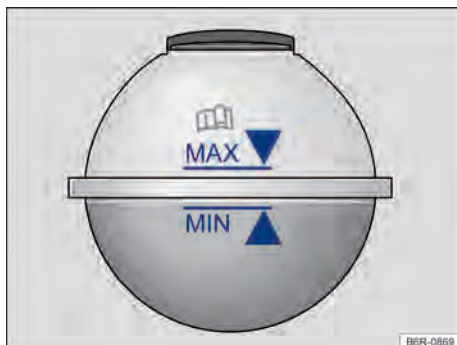

Fig. 178 No compartimento do motor: marcação no reservatório de expansão do líquido de arrefecimento do motor. ▶
- Com o motor frio, verificar o nível do líquido de arrefecimento do motor pela marcação lateral do reservatório → Fig. 178.
- O nível do líquido de arrefecimento do motor deve permanecer dentro da marcação do reservatório → Fig. 178. **Não completar acima da marca "MAX"** → Ⓢ!
- Completar com líquido de arrefecimento do motor somente até a marca "MAX" → Fig. 178. Caso contrário, ao aquecer-se, o líquido excedente será expulso do sistema de arrefecimento do motor e poderá causar danos.